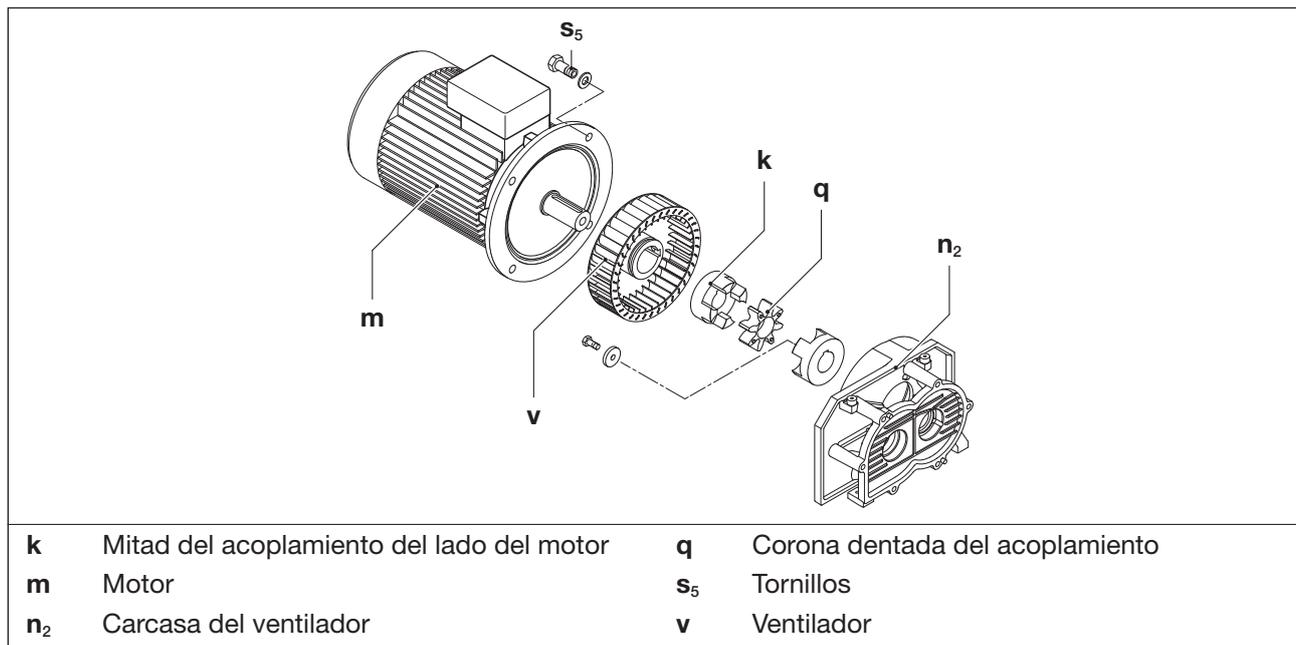

Fig. 11 Acoplamiento
La corona dentada del acoplamiento (Fig. 11/q) está sujeta a desgaste y debe comprobarse periódicamente (al menos 1 vez al año). Comprobar también de vez en cuando si el ventilador (Fig. 11/v) presenta daños.
- Suspender el motor (Fig. 11/m) en la brida de transporte utilizando un equipo de elevación.
- Aflojar los tornillos (Fig. 11/s₅) de la brida del motor y retirar axialmente el motor junto con la mitad del acoplamiento del lado del motor (Fig. 11/k) de la carcasa del ventilador (Fig. 11/n₂).
- Comprobar la corona dentada (Fig. 11/q). Sustituir la corona dentada si está dañada o desgastada.
- Comprobar el ventilador (Fig. 11/v) y sustituirlo en caso necesario.
- Volver a colocar la corona dentada y el motor con parte del acoplamiento del lado del motor de forma axial y con los tornillos (Fig. 11/s₅) fijados en la brida del motor.